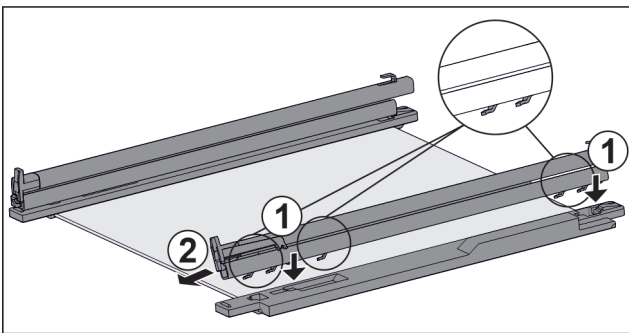

Fig. 53 Glasplaat met rails en vasthouddelen
- ▶ Haken van de rail op de openingen van het **linker** vasthouddeel plaatsen. Fig. 53 (1)
- ▶ Rail naar voren trekken. Fig. 53 (2)
- ▶ Haken van de rail op de openingen van het **rechter** vasthouddeel plaatsen. Fig. 53 (1)